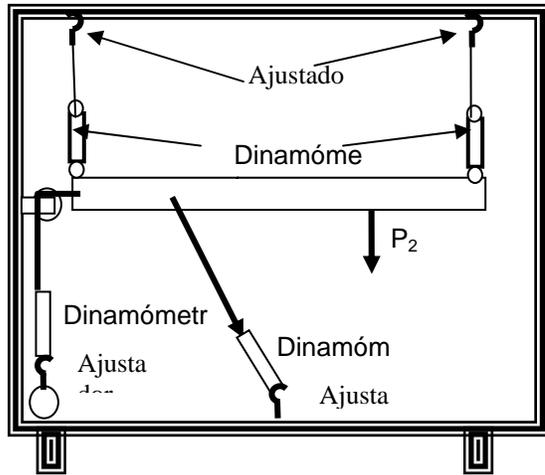

Fig. 2. En esta figura se muestra el esquema del arreglo que se debe hacer en esta práctica al sustituir los soportes por dinamómetros.
5. Comprobar las reacciones sustituyendo los soportes por fuerza como se muestra en la Fig. 2.